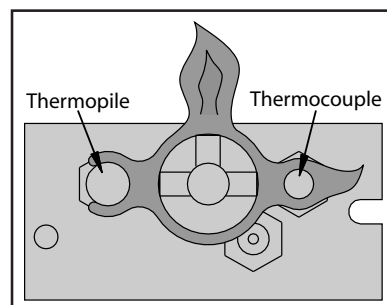

Figure 4. Flamme Pilote
1. Arrêtez le gaz à la cheminée. **Sinon récemment fait, enlevez le verre et laissez l'unité aérer pendant au moins cinq (5) minutes pour dégager n'importe quel gaz.** Ouvrir le gaz au réchauffeur. Essai d'étanchéité tous les joints avec de l'eau savonneux. **N'EMPLOYEZ JAMAIS LA FLAMME NUE POUR L'ESSAI DE FUITE.**
2. Commencez le pilote en pressant le bouton de commande de gaz et en le tournant au PILOTE. Tout en tenant le bouton de commande de gaz dedans, pressez l'allumeur piézo-électrique plusieurs fois jusqu'à ce que le pilote commence. Tenez le bouton de commande de gaz dedans pendant 30 secondes. Vérifiez que le pilote a entièrement englouti le thermocouple (voyez Figure 4).